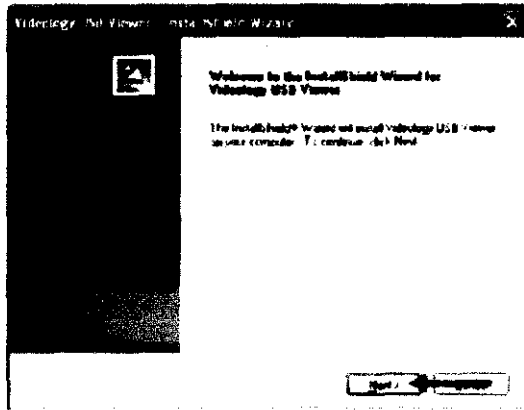

Figura 11
9. Haga clic en el botón "Next" señalado con una flecha (véase la Figura 11).